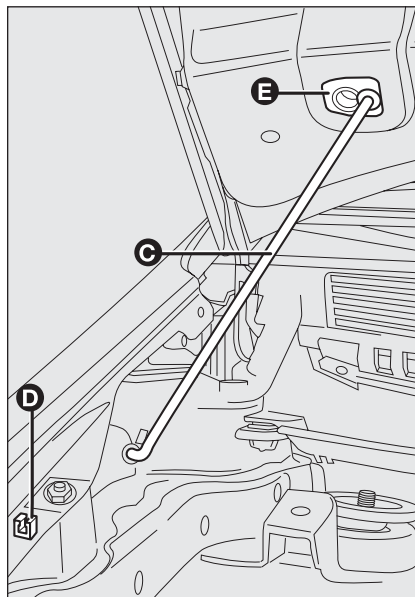

fig. 107
- ☐ sollevare il cofano e contemporaneamente liberare l'asta di sostegno **C**-fig. 107 dal proprio dispositivo di bloccaggio **D** quindi inserire l'estremità dell'asta nella sede **E** del cofano.
CHIUSURA fig. 107